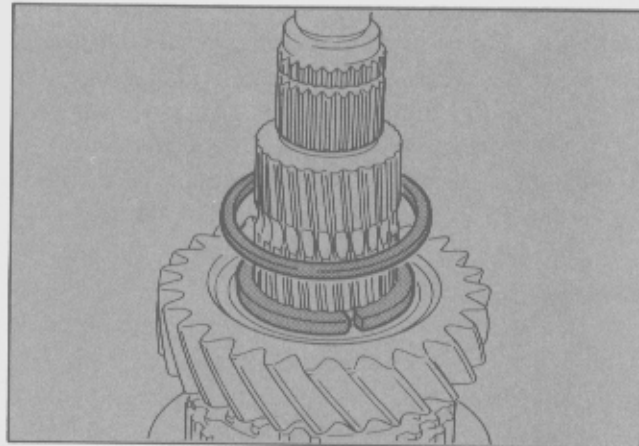

Fig. 23 - Extracción del anillo de retención y las dos medias arandelas.
- Retirar el anillo de retención circular y las dos medias arandelas de tope del eje principal. Deslizar el engranaje de 2da. velocidad del eje principal (Fig. 23).